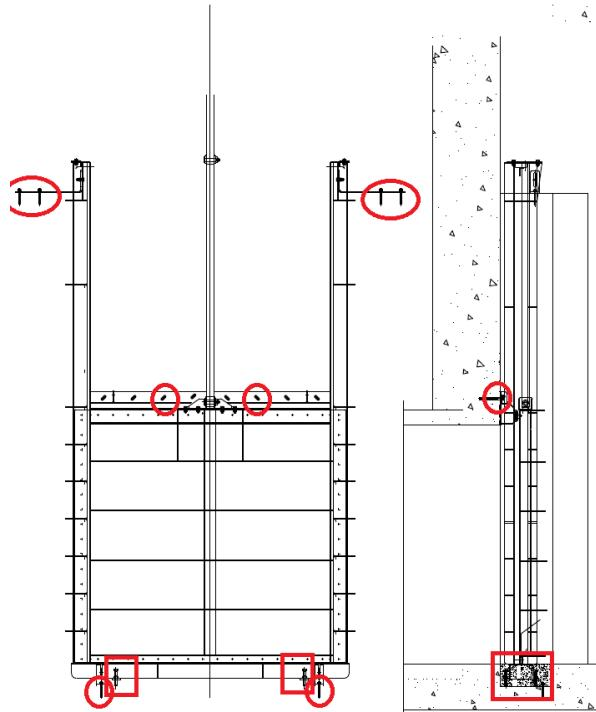

Figura 7
- Nivelar a comporta verticalmente utilizando parafusos de nivelamento situados na parte inferior do quadro (ver Figura 7).
2. Instale todas as guias da haste a partir da parte superior da extensão da haste. Alinhe a extensão da haste e certifique-se especialmente que esta esteja alinhada com o eixo vertical da abertura (ver Figura 7). O desalinhamento máximo deve ser de 3 mm /0,12"